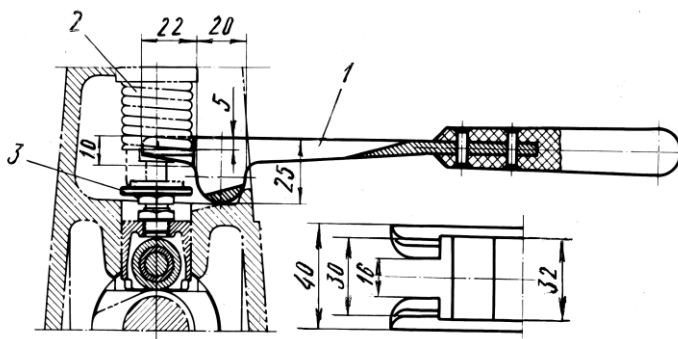
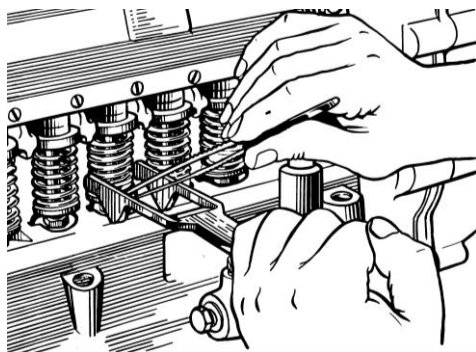

Рис. 98. Рычаг для снятия тарелки толкателя:
Рис. 99. Снятие тарелки толкателя
- 2 При помощи специального рычага (рис. 98) сжать пружину толкателя и извлечь нижнюю тарелку толкателя (рис. 99).